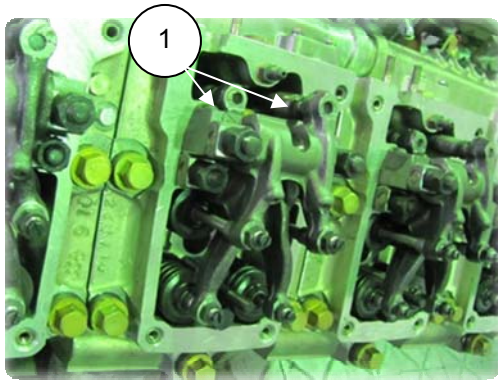

Рис. 2.32
1. Вынуть штанги (1) впускных клапанов (840.1007174-20) и выпускных клапанов (840.1007176-20) из направляющих (рис. 2.32);